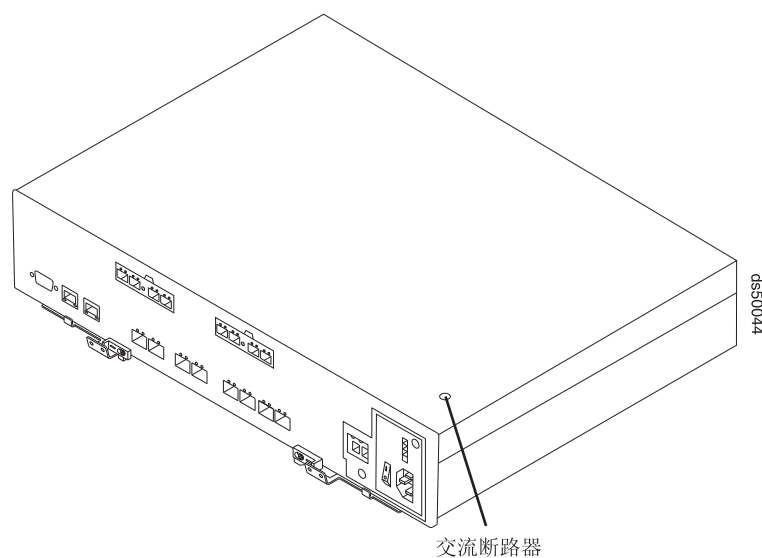

图 115. 断路器插孔
8. 将不导电指示笔插入控制器盖板上相应的孔中并轻轻向下按。图 115 显示了控制器 B 盖板中断路器插孔的位置。
注：将控制器 A 和 B 插入控制器插槽时，断路器插孔的位置如下。在控制器 A 中，断路器插孔在控制器底部的左侧。在控制器 B 中，断路器插孔在控制器顶部的右侧（如图 115 所示）。